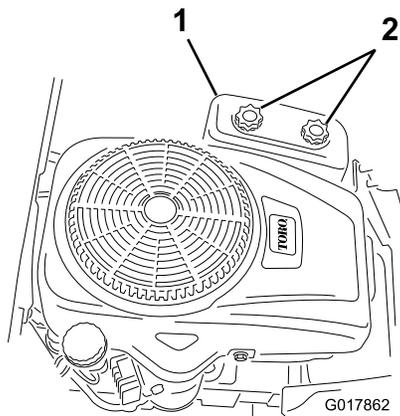

Figure 27
4. Déposez le couvercle du filtre à air en desserrant les 2 boutons (Figure 27).
3. Reposez le couvercle du filtre à air et serrez les deux boutons (Figure 27).